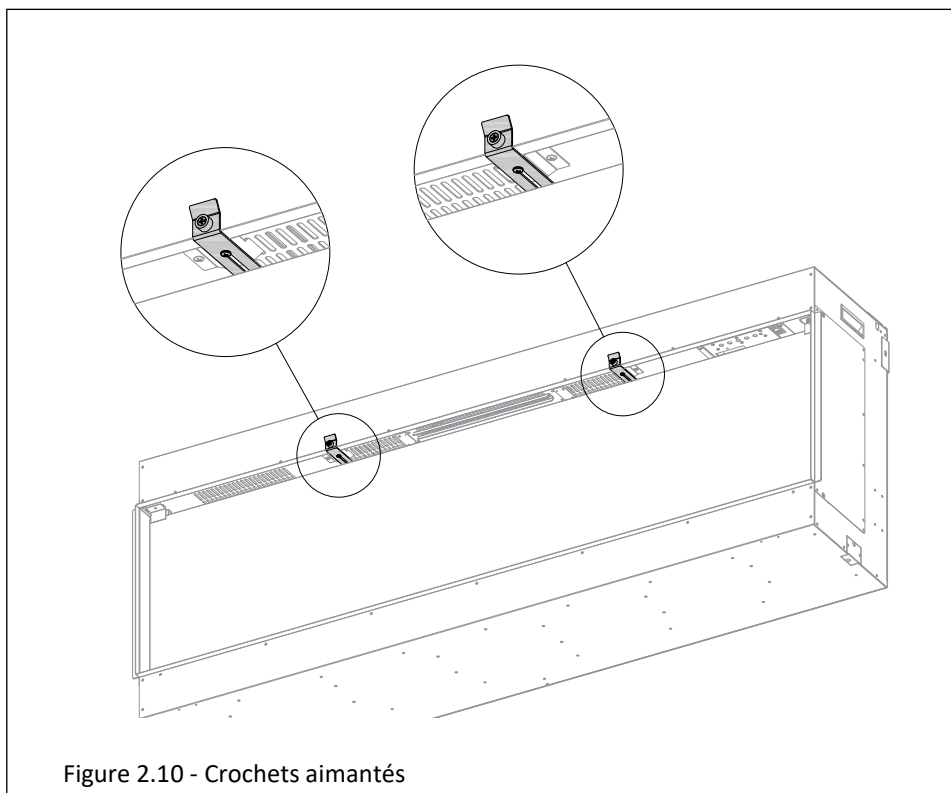

Figure 2.10 - Crochets aimantés
3. Installez les crochets aimantés tel que montré, en utilisant les vis fournies. Ces crochets sont ajustables pour s'adapter à vos matériaux de finition. Voir Figure 2.10.